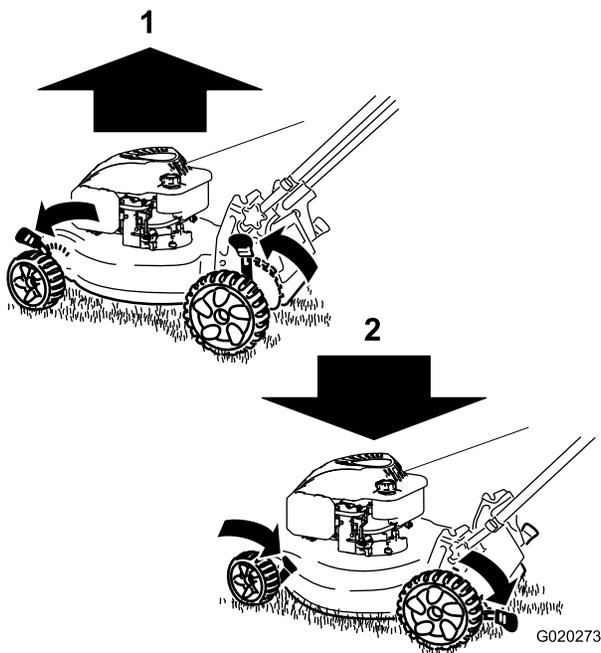

Figure 15
**Remarque:** Pour élever la machine, déplacez tous les leviers de hauteur de coupe en avant ; pour abaisser la machine, ramenez les leviers en arrière (Figure 15).